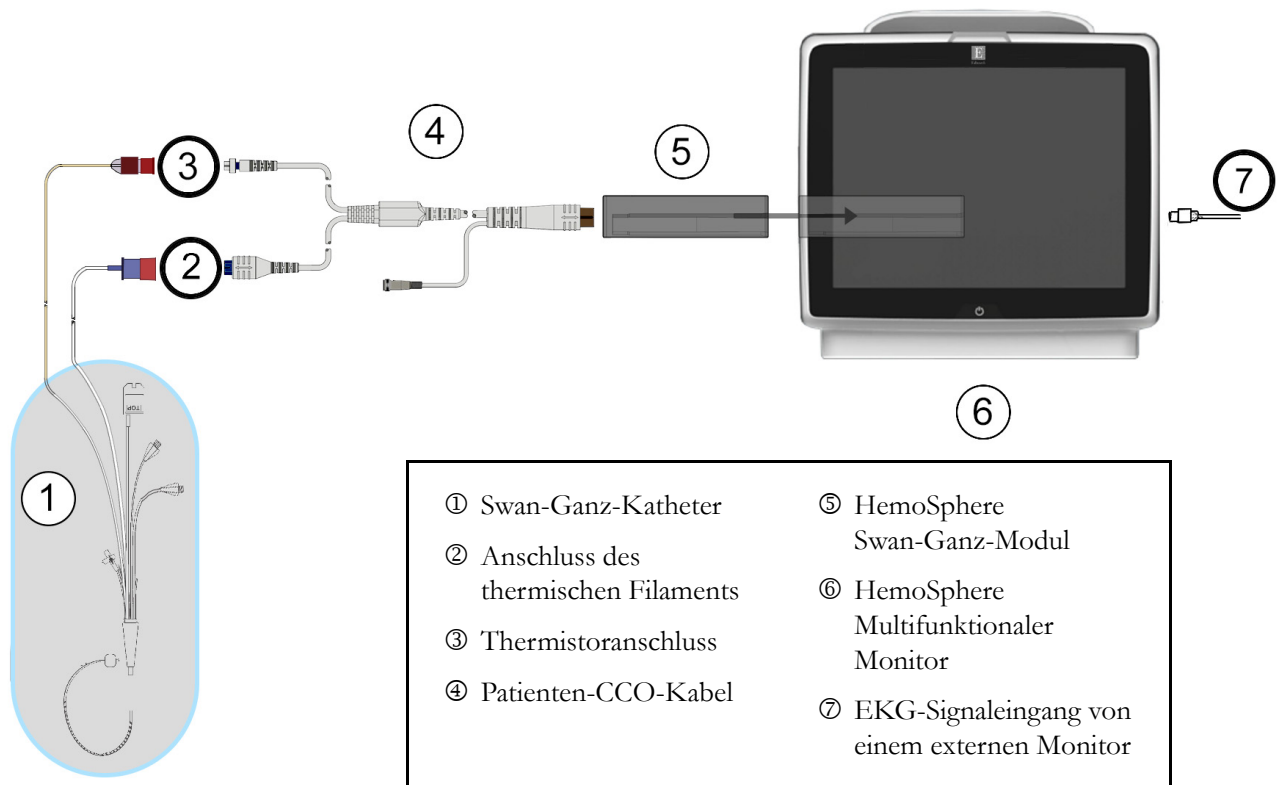

Abbildung 9-7 Übersicht der Anschlüsse für die EDV/RVEF-Überwachung
- 2 Schließen Sie das Katheterende des Patienten-CCO-Kabels an den Thermistoranschluss und die Anschlüsse des thermischen Filaments des Swan-Ganz CCOMbo V-Katheters an. Diese Anschlüsse sind mit ② und ③ gekennzeichnet Abbildung 9-7.